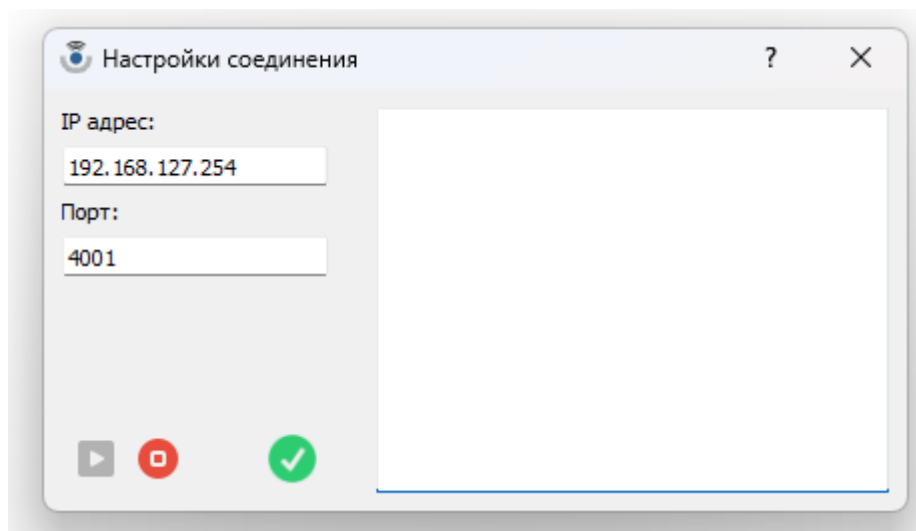

Рисунок 7.4 Окно «Соединение»
7.4 Окно соединение (рисунок 7.4)